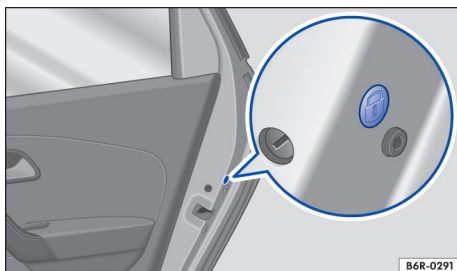

Fig. 59 Na porta traseira: travamento de emergência, coberto por uma vedação de borracha.
- Remover a vedação de borracha  na lateral da porta → Fig. 59.